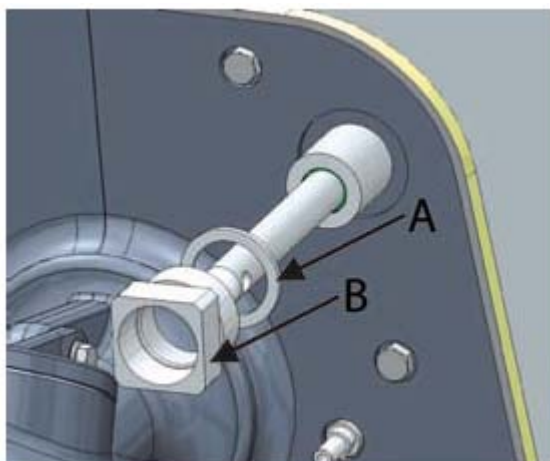

Figura 65. Distanziale del cilindro e dado.
4. Spingere il cilindro nel foro, inserire il distanziale (figura 65, punto A) e stringere il dado (figura 65, punto B).